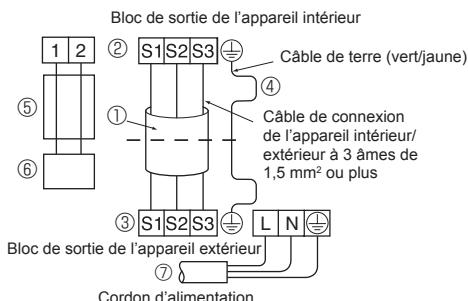

Fig. 7-2
- Effectuez le câblage selon le diagramme en bas et à gauche. (Veuillez vous procurer le câble localement.) (Fig. 7-2)